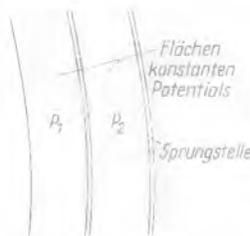

Bild 20. Unterteilung eines Potentialfeldes in Flächen konstanten Potentials
- a) Man nimmt an, daß das Potential sich nicht stetig, sondern in kleinen Sprüngen ändert. Das Elektron durchläuft eine kleine Fläche konstanten Potentials  $O-P_1$ , dann folgt eine Sprungstelle, in der sich das Potential von  $P_1$  auf  $P_2$  ändert. An diese Sprungstelle schließt sich wieder eine kleine Fläche konstanten Potentials ( $P_2$ ) an (Bild 20).
Nach dem Verdrahten des übrigen Geräts wird das Chassis eingebaut. Es wird mit zwei Schrauben M3 bei R und S auf der Befestigungsleiste angeschraubt und mit einer Schraube wird es am Drehkondensator befestigt. In Bohrung R wird noch die Abschirmung (Bild 20) aus 0,5-mm-Aluminiumblech befestigt, da sonst Koppplungserscheinungen zwischen Ferritstab und Nf-Stufe auftreten können, besonders am langwelligen Ende der Abstimmung.